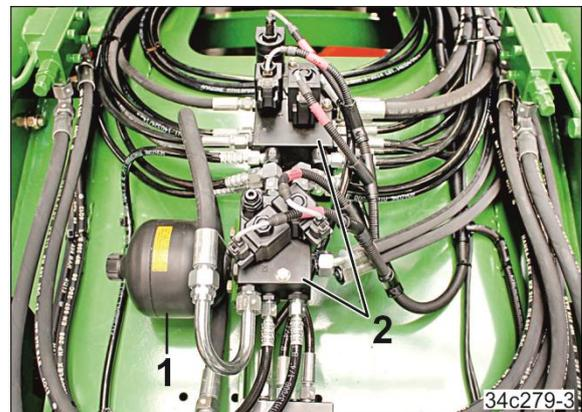

Fig. 512
- einen serienmäßig verbauten Hydraulik-Druckbehälter (Fig. 512/1)
Ein Teil des Maschinengewichtes wird über die Klappzylinder auf die Keilringreifen geleitet. Da Hydrauliköl nahezu inkompressibel ist, bleibt der Druck auch bei abgesperrten Klappzylindern durch das Abkühlen des Öls nicht konstant. Die Klappzylinder fahren um einige Millimeter ein. Um den Volumenverlust auszugleichen, wird beim Ausklappen Öl mit einem Druck von ca. 100 bar/1450.38 psi in einem mit Stickstoff gefüllten Druckbehälter (Fig. 512/1) gespeichert.
Das Hydrauliksystem und der daran angeschlossene Hydraulik-Druckbehälter (Fig. 512/1) stehen ständig unter hohem Druck (ca. 100 bar/1450.38 psi).
- das Lösen der Hydraulikschlauchleitungen oder das Abschrauben oder Öffnen des Druckbehälters (Fig. 512/1)
- Reparaturarbeiten am elektrohydraulischen Steuerblock (Fig. 512/2).